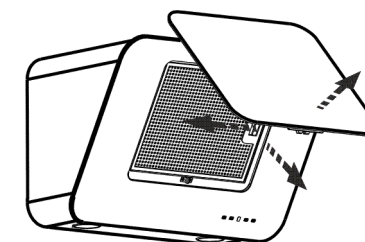

рис. 4
8.3 Для очистки алюминиевого фильтра извлеките его из вытяжки (рис.4). Произведите очистку фильтра с помощью щетки горячим водным раствором нейтрального моющего средства вручную или в посудомоечной машине (при 60°C). Сильно загрязненный фильтр не следует мыть в посудомоечной машине вместе с посудой.
6.1.1 Перед установкой вытяжки снимите алюминиевый фильтр (рис. 4).
- потяните за нижний край откидной панели, как показано на рис.4 и откройте ее;
- снимите алюминиевый фильтр, для этого нажмите на пружинный замок фильтра и потяните его на себя (рис. 4);